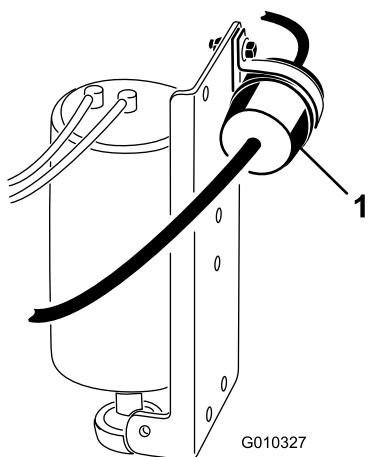

Figure 38
2. Placez un bac de vidange sous le filtre à carburant (Figure 38).